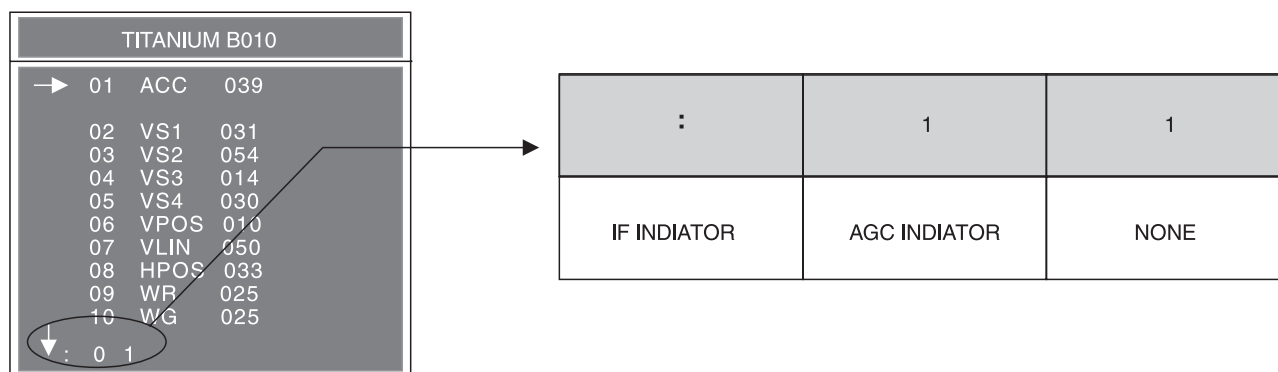

Рис. 9. Сервисное меню
- проверьте индикацию АРУ на сервисном меню (рис. 9) – она должна быть «1»;
- проверьте индикацию ПЧ – на сервисном меню (рис. 9) должен быть символ «:».
• проверьте индикацию ПЧ – на сервисном меню (рис. 9), должен быть символ «:».